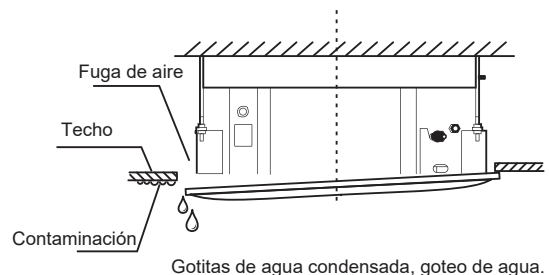

Figura 3.17
- Se pueden producir fugas de aire y de agua si los tornillos están demasiado flojos. Véase Figura 3.17.